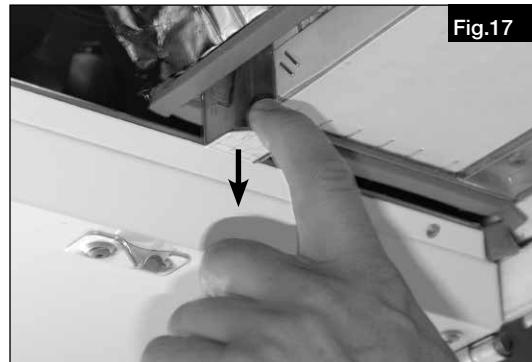

Fig.17
6. Retirer doucement l'échangeur de chaleur de l'appareil (Fig.17)